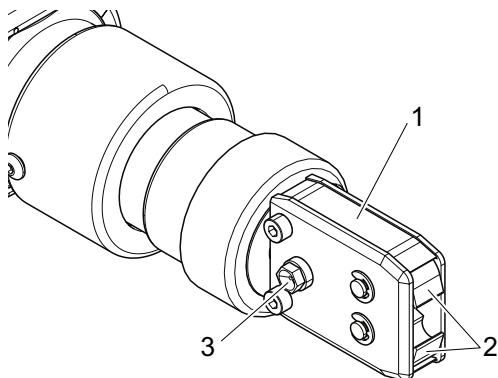

Fig. 24: Lubrificazione della testa delle pinze
2. Lubrificare la testa della pinza (Fig. 24/1) attraverso l'ugello di lubrificazione (Fig. 24/3) con il lubrificante speciale RENOLIT LX 2 utilizzando un ingrassatore.
3. Controllare che le ganasce della pinza (Fig. 24/2) non siano usurate e non presentino rotture nei punti di serraggio e, se necessario, sostituirle (per il numero di articolo, vedere il catalogo degli utensili).